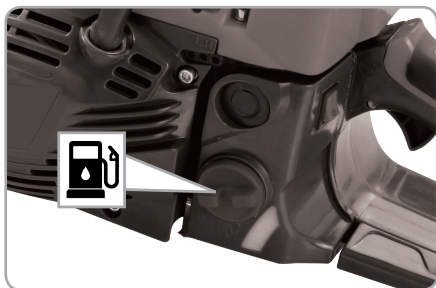

Fig.4
- Deșurubați bușonul de alimentare cu carburant și umpleți rezervorul cu carburant (fig.4).